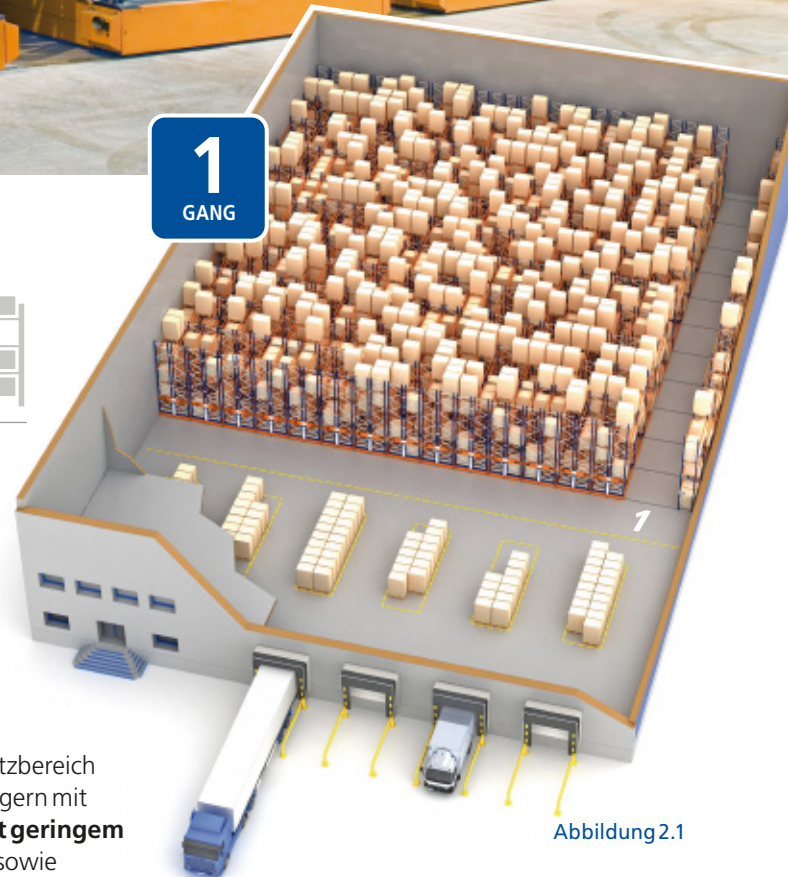
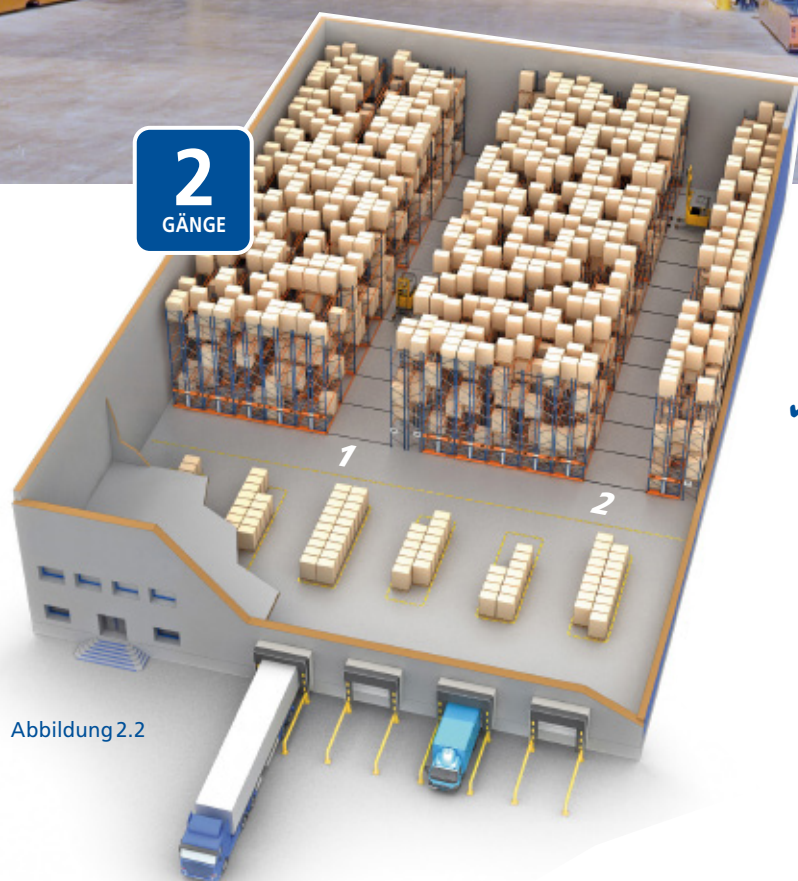

Abbildung 2.1
Abbildung 2.2
- ✓ Wenn eine Movirack-Verschieberanlage mit einem einzigen Zugangsgang installiert wird (Abbildung 2.1), wird die **maximale Lagerkapazität** erreicht. Falls jedoch zwei oder mehr Gänge eingerichtet werden (Abbildung 2.2), wird eine **höhere Agilität** in der Palettenhandhabung und den Betriebsabläufen innerhalb des Lagers erreicht, auch wenn dadurch die Kapazität verringert wird.